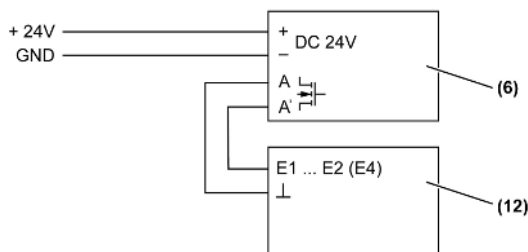

Bild 10: Anschluss an Stetigregler mit Tasterschnittstelle 4fach, Objektregler mit Tasterschnittstelle 4fach, CO2-Sensor
| (Bild 10) | (12) Stetigregler mit Tasterschnittstelle 4fach, Art. Nr.: ..2178TS, Objektregler mit Tasterschnittstelle 4fach, Art. Nr.: ..2178 ORTS.., CO2-Sensor, Art. Nr.: CO2..2178.. |